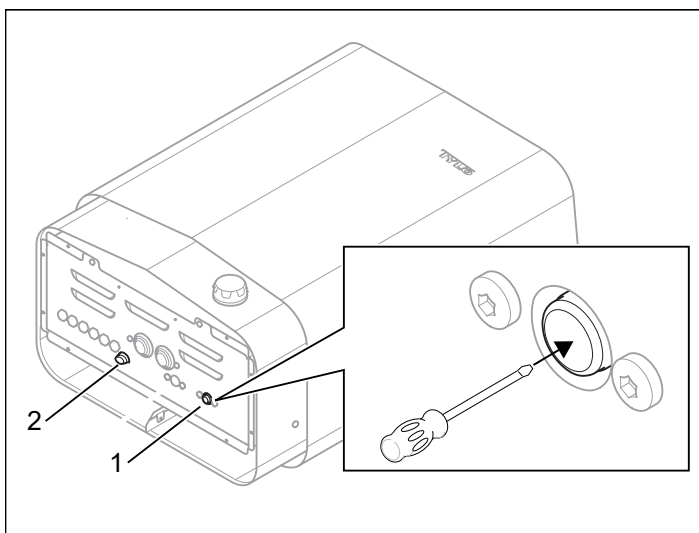

Рисунок 6: Сброс температурного выключателя
- **Нагреватель** - Температурный выключатель в нагревателе предназначен для защиты компонентов, труб и деревянных конструкций в сауне от перегрева. Под нагревателем расположена красная кнопка сброса, которая должна находиться в нажатом положении (см. Рис. 6). В случае срабатывания выключателя, кнопка зафиксирована в неподвижном положении и после перезапуска «отщелкнет». В случае если срабатывания выключателя не произошло, то после перезапуска кнопка будет пружинить.